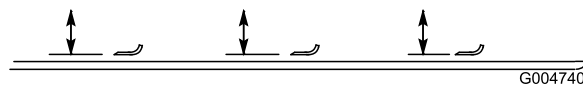

Figure 128
2. Tournez la lame dans le sens longitudinal et mesurez la distance entre l'intérieur du plateau de coupe et le tranchant à l'avant de la lame (Figure 128).